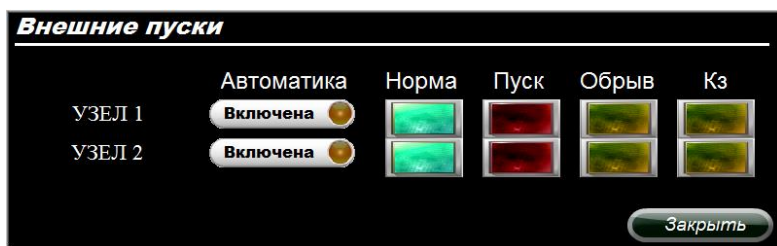

Рисунок 9.4 – Окно «Внешние пуски»
9.8 Кнопка «Внешние пуски» позволяет открыть всплывающее окно «Внешние пуски» (рисунок 9.4). В данном окне отображается информация о состоянии узлов внешних пусков (если такие имеются).